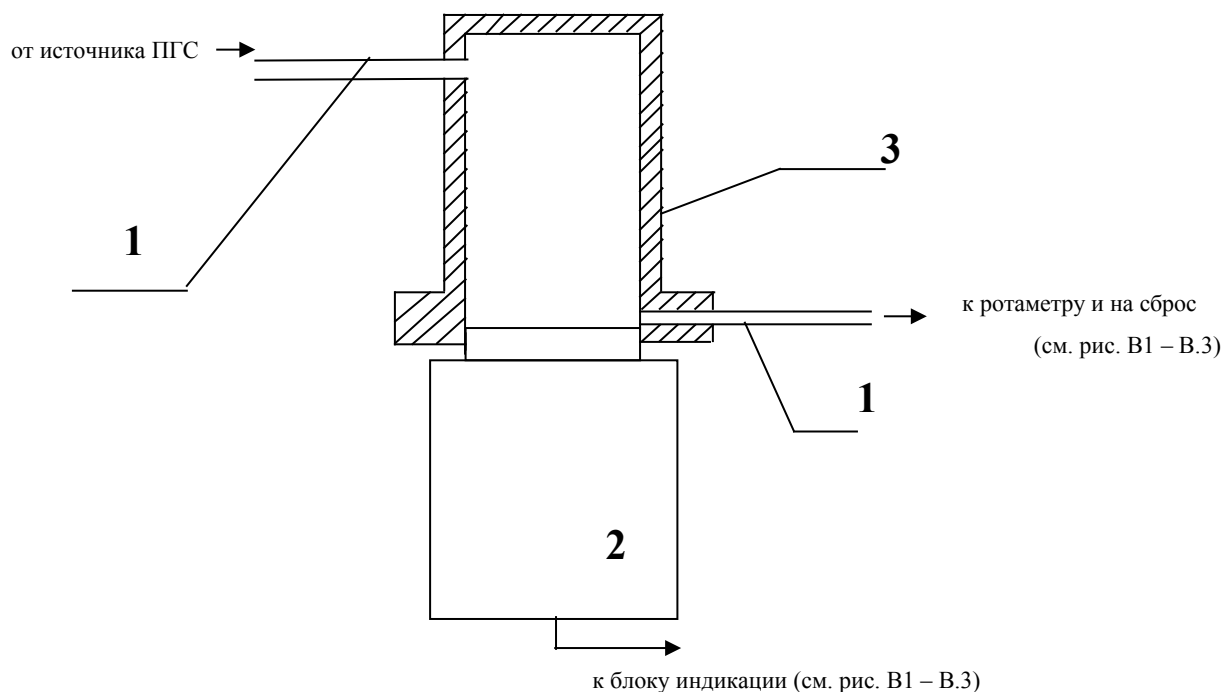

Рис. 3.1. Подача ПГС в адаптер при проверках
3.1.6 В связи с естественным старением сенсоров желательно периодически проверять чувствительность каналов измерения по поверочным газовым смесям (ПГС №5 согласно Методики поверки), приведенным в табл. 5. Смеси подаются с расходом 0,3 – 0,5 л/мин через адаптер, как показано на рис. 3.1.